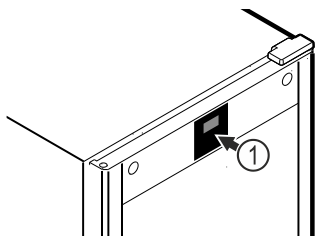

Fig. 51 Przykładowa prezentacja
Termometr jest już skalibrowany fabrycznie (przesunięcie +6 kelwinów). Jeśli temperatura wewnętrzna różni się od wskaźnika temperatury Fig. 51 (1), można skalibrować termometr.